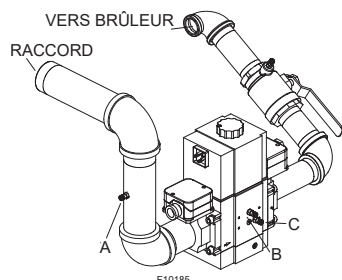

Figure 53. Emplacements de mesure de pression de gaz
2. Connectez un manomètre gradué de 12 po à un point de purge situé en amont, sur le tuyau d'alimentation en gaz de la chaudière (point de mesure "A", **Figure 53**).
3. Connectez un manomètre gradué de 24 po à un point de mesure de pression situé près du robinet d'arrêt, en aval de la vanne de gaz (point de mesure "D", **Figure 53**).